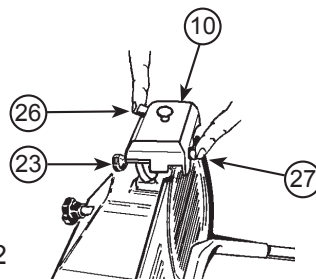
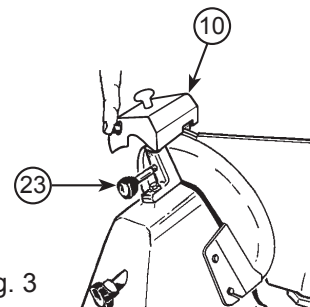
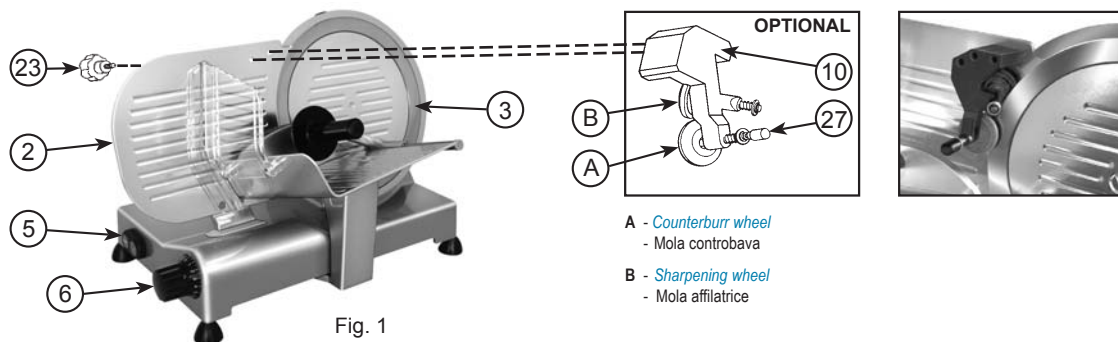

Fig. 2
Fig. 3
Fig. 1
• Unplug. • Check that the movable bulkhead is closed (graduated knob (6) in position "0"). • Carefully clean the part of the blade to be sharpened. • Reinsert the plug. • Loosen the locking knob (23) of the sharpener group (10). • Raise the sharpener group (10), turning it by 180° so that both wheels are in working position. See Fig. 1. • Lower the sharpener group (10) until it locks. • Secure the group by turning the locking knob (23). See Fig. 2. • Switch on. • Press button (26) and let the blade turn for about 1 minute. When the blade is still, check to see if any burr has formed on the edge. • After having verified the presence of burr, switch (5) on and gently press button (27) for about 3 seconds to remove the burr produced during sharpening. Put the graduated knob (6) back to "0" position. • After sharpening, move the sharpener group (10) back to its original position, see Fig. 3 and clean the edge of the blade and the wheels by alcohol. • After several sharpening operations, remove any residue from the sharpening wheel with alcohol and a brush.
• Togliere la spina dalla presa di corrente. • Accertarsi che la paratia mobile sia chiusa (pomolo graduato (6) in posizione "0"). • Pulire accuratamente la parte di lama da affilare. • Ripristinare la presa di corrente. • Allentare il pomolo di blocco (23) del gruppo affilatoio. • Sollevare il gruppo affilatoio (10) in modo da ruotarlo di 180° per presentare le due mole in posizione di lavoro. Vedi fig. 1. • Abbassare il gruppo affilatoio (10) fino al proprio fermo. • Assicurare il gruppo ruotando il pomolo di blocco (23). Vedi fig. 2. • Azionare l'interruttore (5) e premere il pulsantino (26). • Lasciare girare la lama per circa 1 minuto, a lama ferma controllare il suo fianco se si è prodotta una leggera bava. • Accertata la presenza di questa bava, azionare l'interruttore (5) e premere leggermente il bottone (27) per circa 3 secondi in modo da asportare la bava prodotta durante l'affilatura. • Riportare in posizione "0" la manopola graduata (6). • Effettuata l'affilatura riportare il gruppo affilatoio (10) nella sua posizione di riposo, vedi Fig. 3. Pulire il filo della lama e le mole con alcool. • Dopo più affilature pulire la mola affilatrice da eventuali residui con alcool servendosi di uno spazzolino.
• Unplug. • Carefully clean the part of the blade to be sharpened. • Reinsert the plug. • Set the movable bulkhead (2) at maximum distance from the blade (3) by turning the graduated knob (6). • Place the sharpener group (10) on the movable bulkhead (2) as indicated in Fig. 1 blocking it by the knob (23). • Switch on (5) to activate the automatic sharpening function. If necessary, turn the graduated knob (6) until the grinding stone turns together with the blade. • Sharpen the blade automatically for about one minute then press the pressure button on the counterburr wheel (27) for two-three seconds, release the button and turn off the motor at the same time. • After sharpening, remove the sharpener (10) from the movable bulkhead (2) and replace it in its original housing. • After several sharpening operations, remove any residues from the grinding wheel by alcohol and a brush.
• Togliere la spina dalla presa di corrente. • Pulire accuratamente la parte di lama da affilare. • Ripristinare la presa di corrente. • Posizionare la paratia mobile (2) alla massima distanza dalla lama (3) ruotando la manopola graduata (6). • Applicare il gruppo affilatore (10) sulla paratia mobile (2) come indicato in Fig. 1 bloccandolo sulla stessa mediante il pomolo (23). • Premere l'interruttore d'avviamento motore (5) in modo da attivare l'affilatura automatica; se è necessario ruotare la manopola graduata (6) fintanto che la mola affilatrice ruoti assieme alla lama. • Lasciare affilare automaticamente la lama per circa un minuto, quindi procedere premendo il bottone di pressione della mola controbava (27) per circa due-tre secondi; contemporaneamente al rilascio del bottone spegnere il motore. • Effettuata l'affilatura togliere l'affilatoio (10) dalla paratia mobile (2) e reinserire lo stesso nell'alloggiamento originario. • Dopo più affilature pulire la mola affilatrice da eventuali residui con alcool servendosi di uno spazzolino.